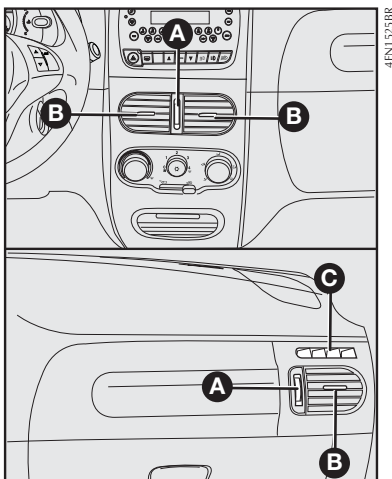

fig. 60
## DIFUSORES ORIENTÁVEIS E REGULÁVEIS – fig. 60
**C** – Difusor fixo para os vidros laterais **fig. 60**.